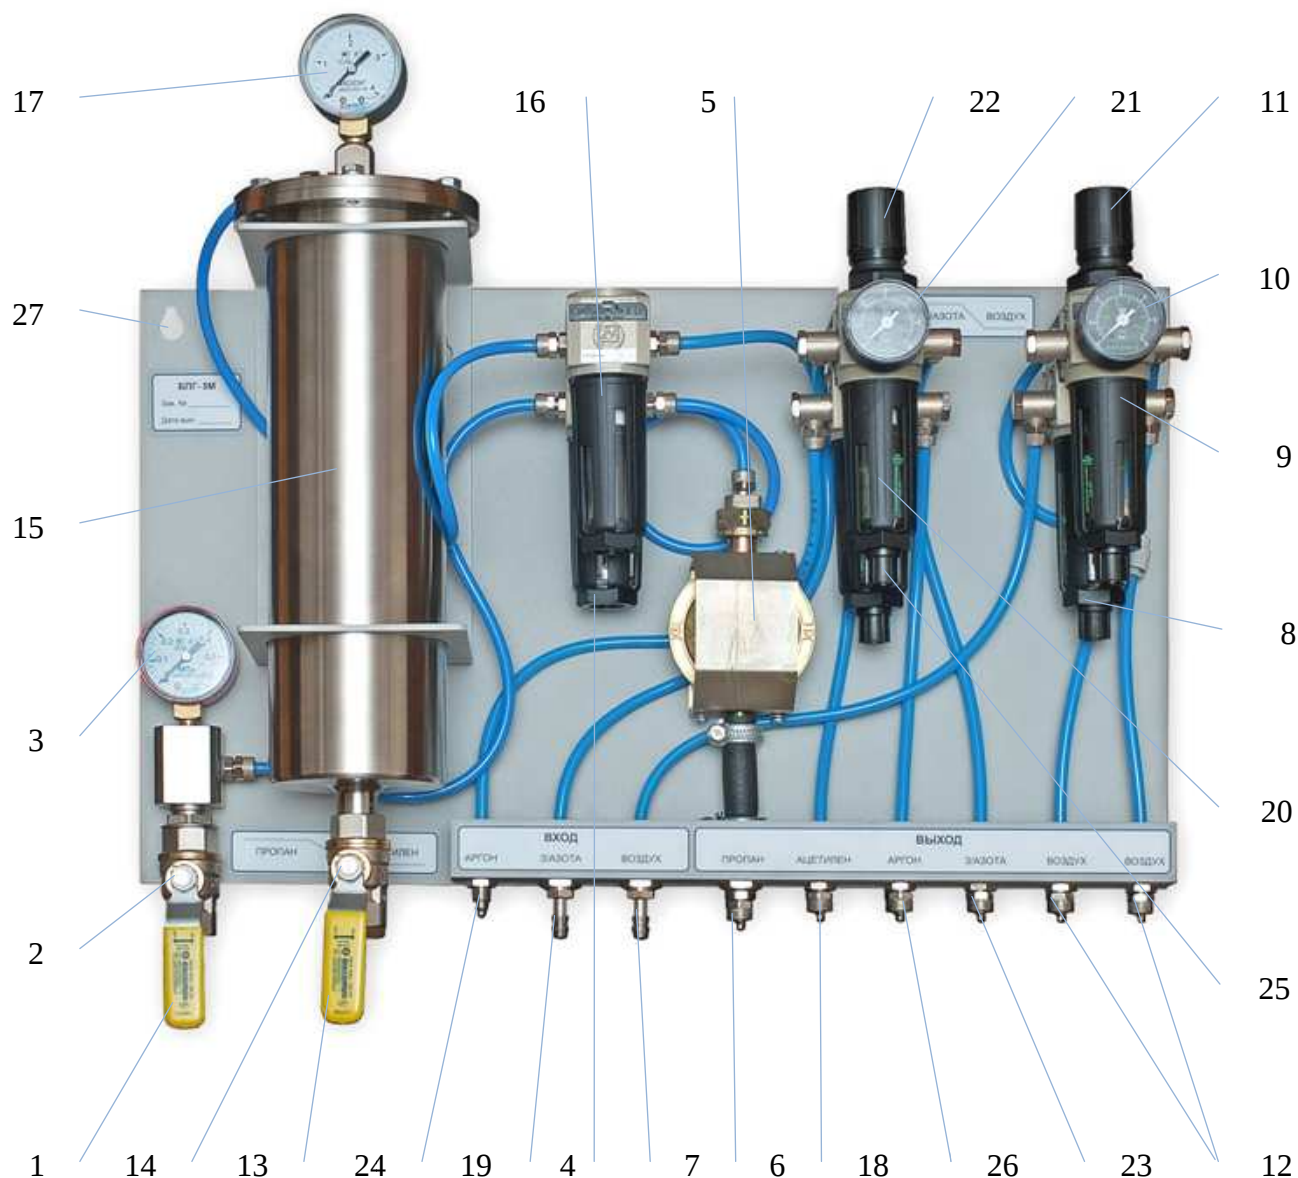

Рис. 2. Блок подготовки газов «БПГ- 5М»
Расположение элементов блока показано на рис. 2.
Блок собран на монтажной плите, на которой закреплены (см. рис.2):
- 2.3.2.1** Закрепить блок на стене с помощью шурупов через проушины в монтажной плите (см. рис. 2), расстояние между проушинами **490 мм**.